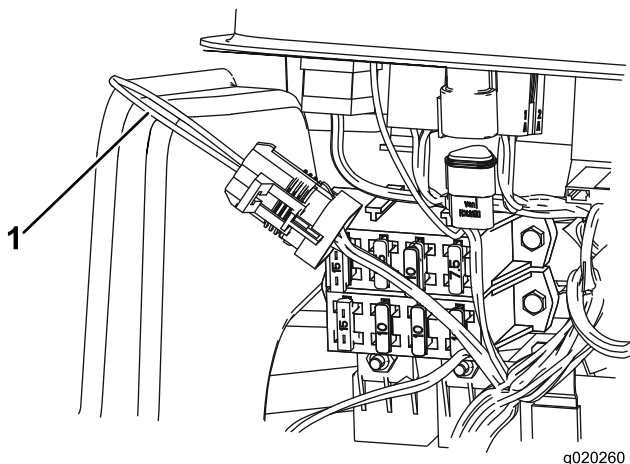

Рисунок 102
3. Найдите жгут проводов и шлейфовый разъем (Рисунок 102).